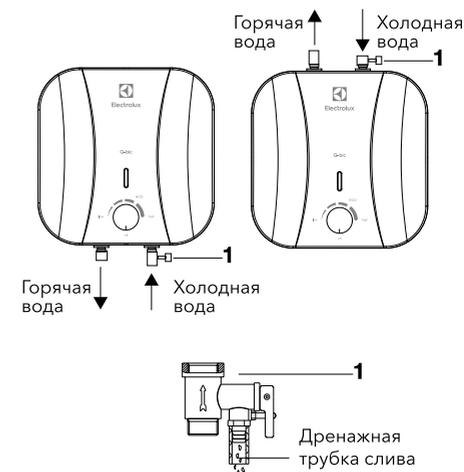

Рис. 5.
3. Предохранительный клапан следует устанавливать в месте входа холодной воды (см. рис. 5).